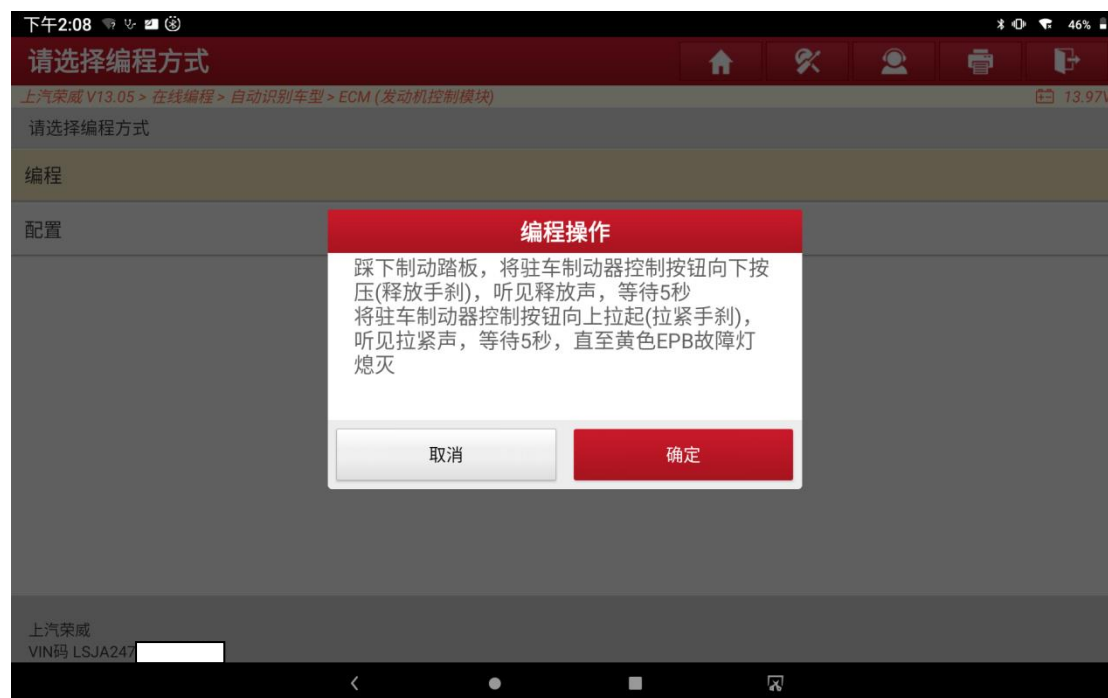

图 10
12. 根据提示信息进行开关钥匙操作，并按照提示进行操作（图 10）